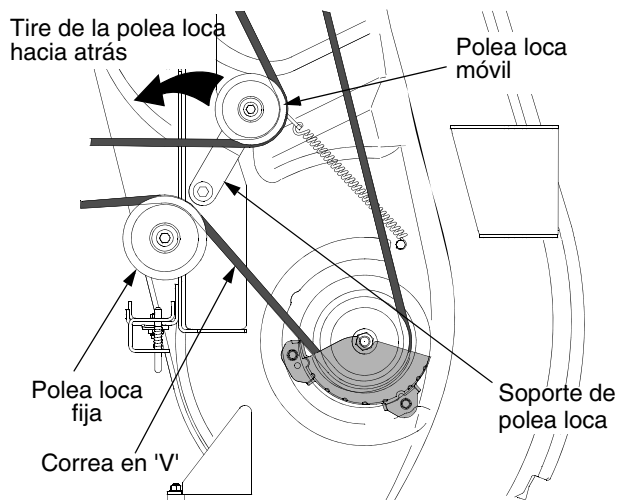

Figura 34
- Desde la parte media del tractor, haga girar el soporte de polea loca y la polea loca móvil hacia atrás, separándolos de la parte posterior de la correa en 'V' a una distancia suficiente que permita levantar la correa hacia arriba, por encima de la polea loca. Vea Figura 34.
- Oriente el lado trasero de la correa alrededor de la polea loca fija de la plataforma. Consulte la Figura 34.
- Desde la parte media del tractor, haga girar el soporte de polea loca/ la polea móvil hacia atrás contra la tensión del resorte y deslice la parte trasera de la correa en la polea loca móvil. Consulte la Figura 34.
- Asegúrese de que la correa esté en las poleas del husillo de la plataforma y que el lado trasero de la correa esté contra las poleas locas fija y móvil. Consulte la Figura 34.